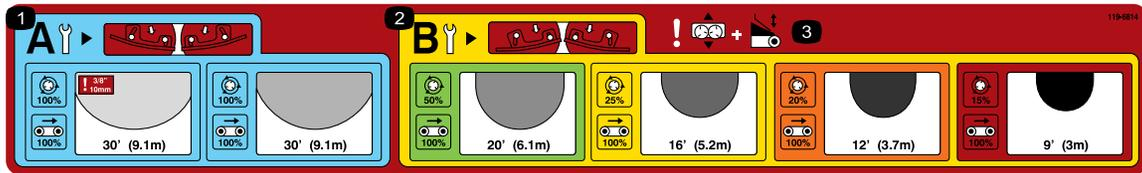
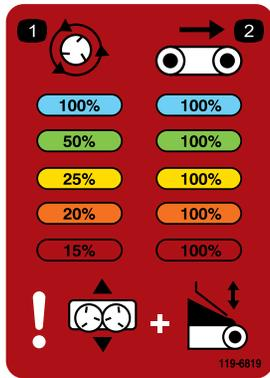
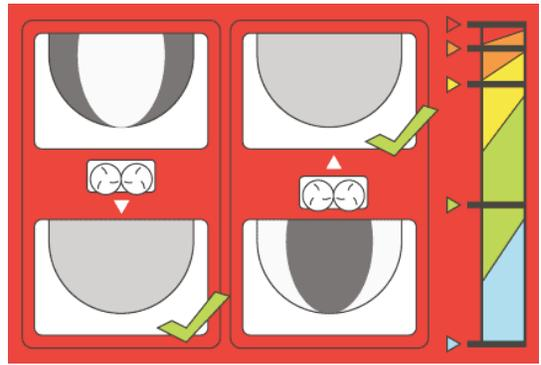
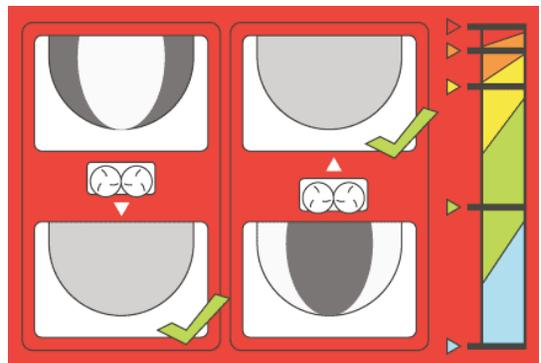

图28
图37
图39
图41
查看位于机器尾门上的主操作标贴（图28），选择铺撒模式。
**注意：** 图34 中所示标贴上的颜色与主操作标贴（图28）中的颜色对应。
**注意：** 图34 和 图37 中所示标贴上的颜色与主操作标贴（图28）中的颜色对应。
无线控制装置（型号 44751）：根据标贴颜色区和无线控制器背面的图上指明的百分比进行设定。图37
注意：图39 中所示标贴上的颜色与主操作标贴（图28）中的颜色对应。
为纠正这一问题，甩盘设置调节内提供了一个图示，说明了如何对甩盘进行正确的重新定位（图41）。
**注意：** 图41 中所示标贴上的颜色与主操作标贴（图28）中的颜色对应。